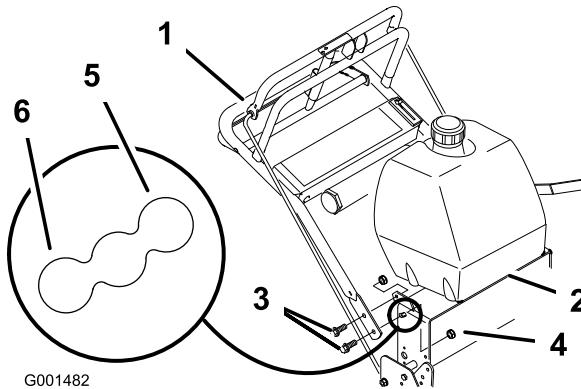

Figura 21
- Afloje los pernos con arandela prensada superiores (3/8 x 1-1/4 pulg.) y la tuerca con arandela prensada que sujetan el manillar al bastidor trasero (Figura 21).
- Retire los pernos con arandela prensada inferiores (3/8 x 1 pulg.) y las tuercas con arandela prensada que sujetan el manillar al bastidor trasero (Figura 21).